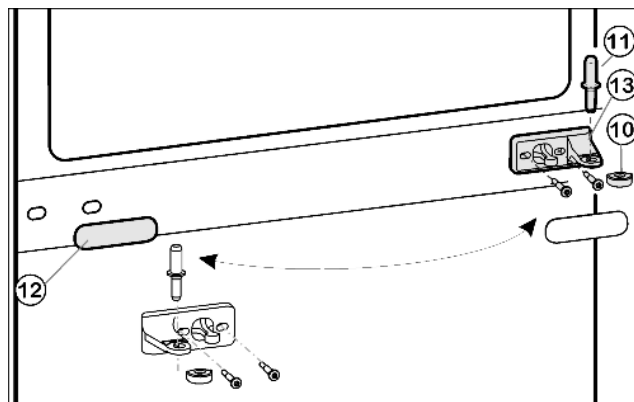
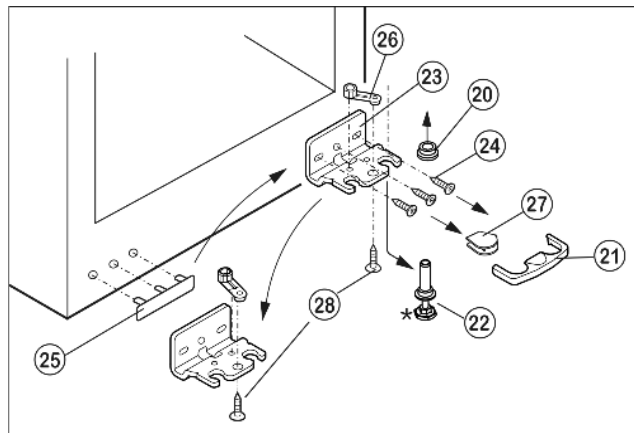

Fig. 5
Fig. 6
- Extraiga el perno de cojinete intermedio *Fig. 5 (11)* del soporte de cojinete y de la puerta inferior.
- Retire la tapa de plástico *Fig. 5 (10)*.
- Desmonte el soporte de cojinete intermedio *Fig. 5 (13)*.
- Extraiga con cuidado el panel de protección *Fig. 5 (12)*
- Cambie el soporte de cojinete intermedio *Fig. 5 (13)* al nuevo lado de la bisagra girándolo 180°.
- Vuelva a encajar el panel de protección *Fig. 5 (12)* girándolo 180° en el nuevo lado del tirador.
- Retire hacia delante el seguro *Fig. 6 (21)*.
- Retire la cubierta *Fig. 6 (27)**.
- Enrosque totalmente la pata de ajuste *Fig. 6 (22)*.
- Retire el perno de cojinete *Fig. 6 (22)* hacia abajo y hacia delante. Al hacer esto, preste atención al casquillo de bisagra *Fig. 6 (20)*.
- Desatornille el soporte de cojinete *Fig. 6 (23)* (3 Torx 25) *Fig. 6 (24)*.
- Desatornille la pieza de cojinete *Fig. 6 (26)* y cámbiela al orificio de alojamiento opuesto del soporte de cojinete, volviéndola a atornillar. (1 Torx 25) *Fig. 6 (28)*
- Desmonte con cuidado la cubierta *Fig. 6 (25)* en el lado del tirador y cámbiela de sitio.
- Vuelva a atornillar el soporte de cojinete *Fig. 6 (23)* en el nuevo lado de la bisagra; dado el caso, utilice un destornillador de batería.
- Coloque la cubierta *Fig. 6 (27)* en el lado opuesto.*
- El seguro (21) debe encajar lateralmente en el soporte de cojinete para que el perno de cojinete y, por tanto, la puerta estén protegidos.
- Vuelva a encajar el seguro (21) en el soporte de cojinete.
- Coloque el casquillo de bisagra *Fig. 6 (20)*
- Coloque la puerta inferior desde arriba sobre el perno de cojinete inferior Fig. 6 (22).
- Vuelva a colocar la tapa de plástico Fig. 5 (10) en el soporte de cojinete intermedio Fig. 5 (13).
- Inserte en la puerta inferior el perno de cojinete intermedio Fig. 5 (11) en el nuevo lado de la bisagra a través del soporte de cojinete intermedio Fig. 5 (13).
- Coloque la puerta superior sobre el perno de cojinete intermedio Fig. 5 (11).
- Dado el caso, alinee las puertas a través de los dos agujeros oblongos en el soporte de cojinete inferior Fig. 6 (23) y el soporte de cojinete intermedio Fig. 5 (13) a ras de la carcasa del aparato. Para ello, desenrosque el tornillo intermedio del soporte de cojinete inferior Fig. 6 (23).